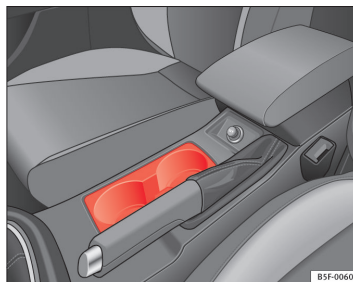

Fig. 76 Console centrale : Porte-gobelets avant
- Placez les boissons sur le support ⇒ fig. 76. Il peut accueillir deux boissons. Les revêtements des portes offrent également la possibilité d'accueillir des bouteilles en plastique plus grandes. ▶